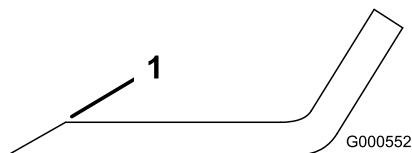

Рисунок 78
1. Заточите напильником режущую кромку на обоих концах ножа (Рисунок 78).
**Примечание:** Если нож не сбалансирован, удалите некоторое количество металла только с конца области загиба (Рисунок 78).